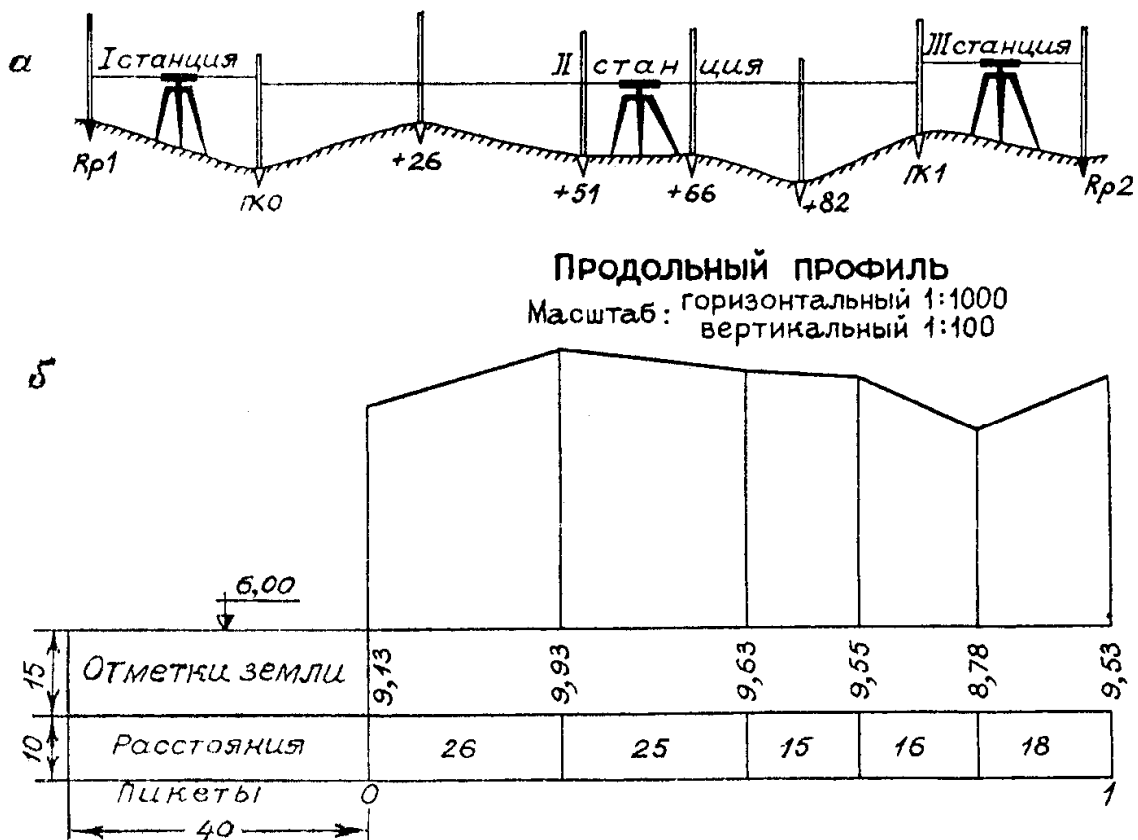

Рис. 13. Продольный профиль трассы
7. Постройте профиль трассы в соответствии с образцом на рис.13. В графе «пикеты» укажите через 100 м пикеты 0 и 1, приняв горизонтальный масштаб 1:1000. В графе «расстояния» выпишите расстояния, характеризующие положение «плюсовых» точек. В графу «отметки земли» против каждого пикета и плюсовой точки выпишите их отметки с округлением до 0,01 м.